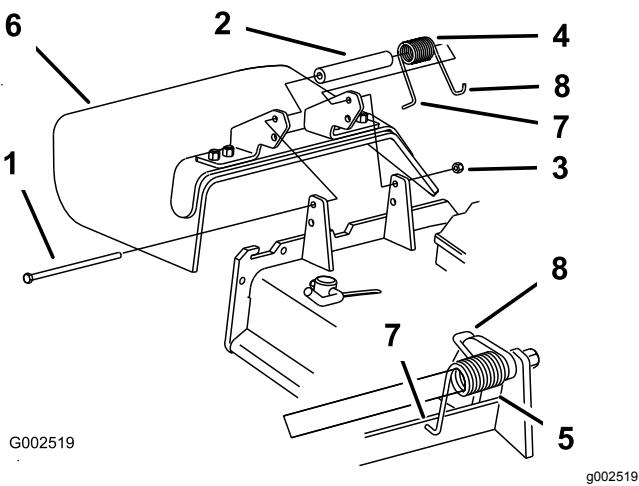

Figura 103
1. Retire la contratuerca, el perno, el muelle y el espaciador que sujetan el deflector a los soportes de pivote (Figura 103).
5. Coloque el extremo en J del muelle alrededor del deflector de hierba (Figura 103).